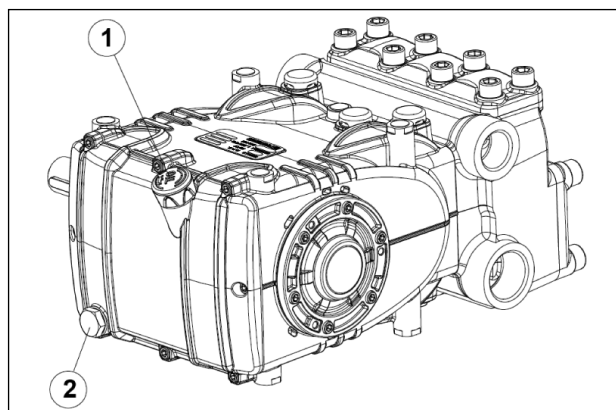

Fig. 3
Controllare il livello dell'olio, se necessario rabboccare Dall'asta livello olio pos. ①, Fig. 3.
Il controllo corretto del livello dell'olio si esegue con la pompa a temperatura ambiente, il cambio dell'olio va eseguito con pompa a temperatura di lavoro rimuovendo: l'asta livello olio pos. ①, e successivamente il tappo pos. ②, Fig. 3.
Predisporre l'impianto in modo tale da non superare in nessun caso i **100 °C** (212 °F) di temperatura dell'olio durante il funzionamento della pompa. Utilizzare una sonda di temperatura da infilare all'interno del tappo scarico olio pos. ② Fig. 3. Vedere manuale "PROTEZIONE ANTIDEFLAGRANTE ATEX".